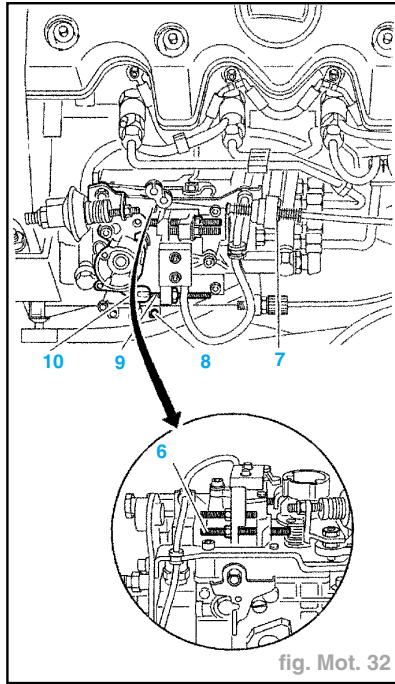

fig. Mot. 32
- Vérifier que le levier (10) est en appui sur la vis de butée (6) sinon modifier la position de l'épingle (7) (fig. Mot. 32).
- Contrôler qu'en position ralenti le levier (10) est en appui sur la butée (9).